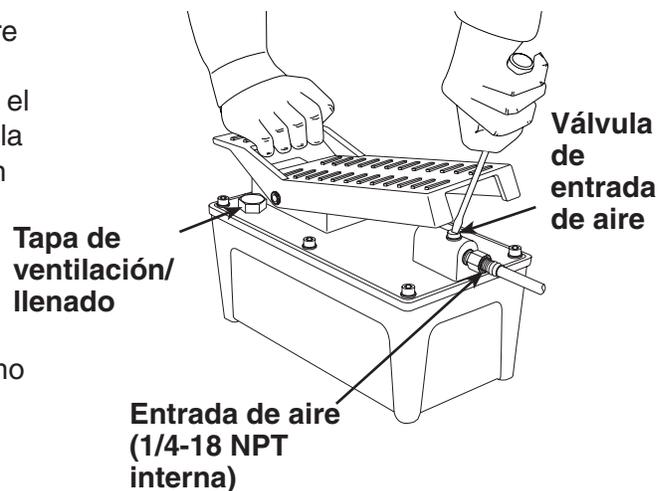

Figura 2
1. Presione el extremo del pedal liberar mientras sujeta la válvula de entrada de aire con un destornillador plano. La válvula de entrada de aire se ubica directamente bajo el pedal, en el área marcada . La válvula se debe presionar en forma simultánea con el área del pedal durante el cebado. Consulte la figura 2.